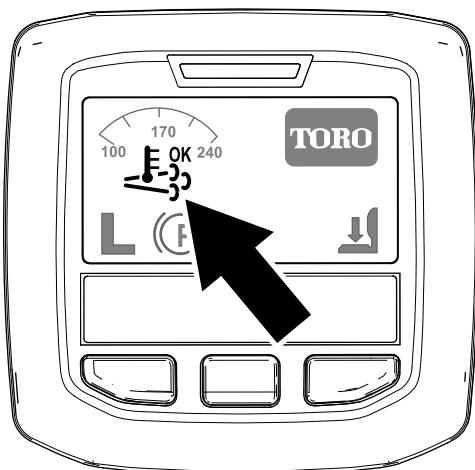

Bild 36
- Das Symbol für die unterstützte bzw. Rücksetzen-Regenerierung wird im InfoCenter angezeigt (Bild 36).